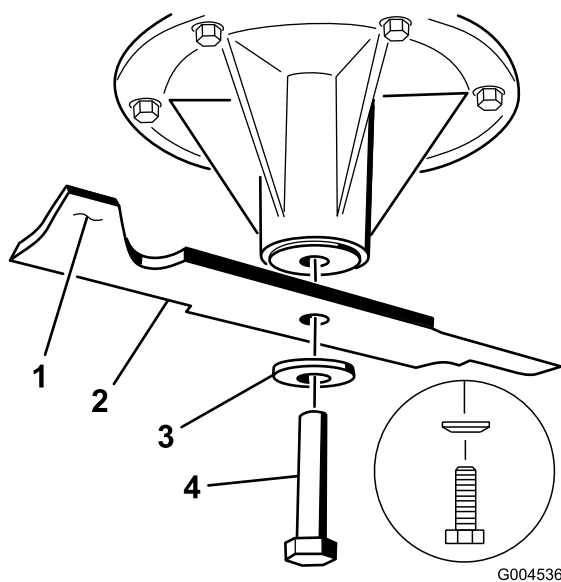

Figure 91
2. Enlevez de l'axe, le boulon, la rondelle bombée et la lame (Figure 91).
elle est équilibrée et peut être utilisée. Si la lame est déséquilibrée, limez un peu l'extrémité de la partie relevée seulement (Figure 91). Répétez la procédure jusqu'à ce que la lame soit équilibrée.